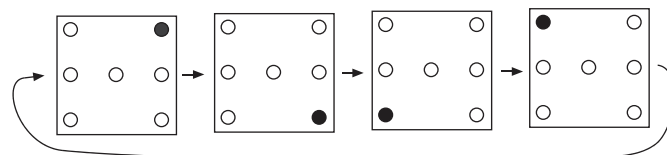

figura 4
1. La apăsarea push-butonului zarul începe să se „rotească”. Pentru a da senzația de rotire se afișează în continuu succesiunea din figura 4. Rotirea **începe întotdeauna** cu configurația cea mai din dreapta din figura 4.
2. Cât timp P este apăsă, oricare din configurațiile pentru rotire din figura 4 se va afișa **exact** 0,2 secunde.